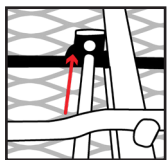

Abbildung 2
2. Heben Bein 1 leicht an und positionieren Sie die weißen Rollen am Bein 2 in den Schienen (Abbildung 1) und rollen Sie vorsichtig entlang, wobei Sie die Metallstange durch das Loch im Hebelarm schieben (Abbildung 2).